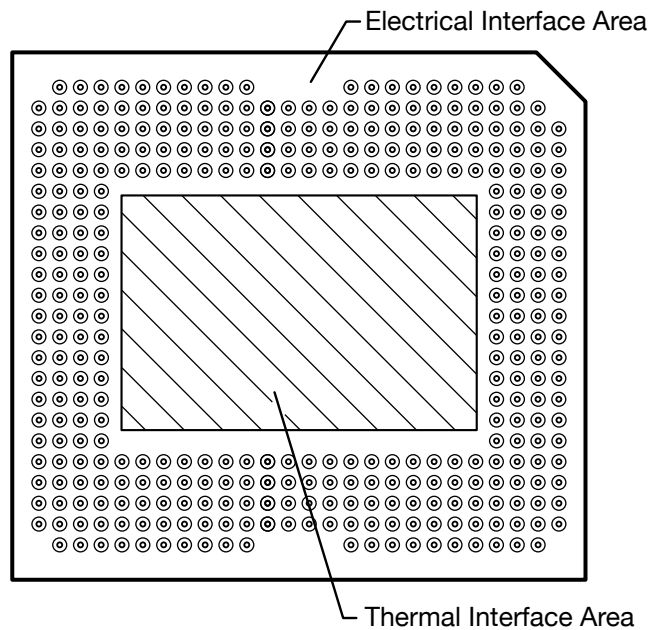

図 5-9. システム実装インターフェイスの荷重
(1) 荷重は、図 5-9 に示す対応する領域に均一に適用される必要があります。